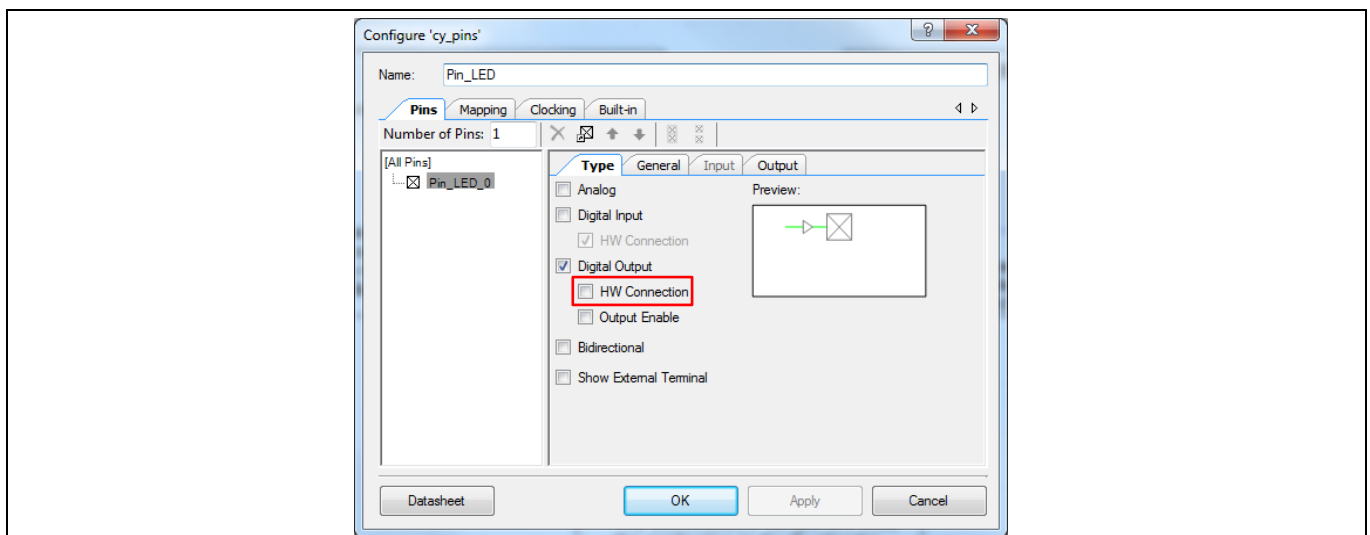
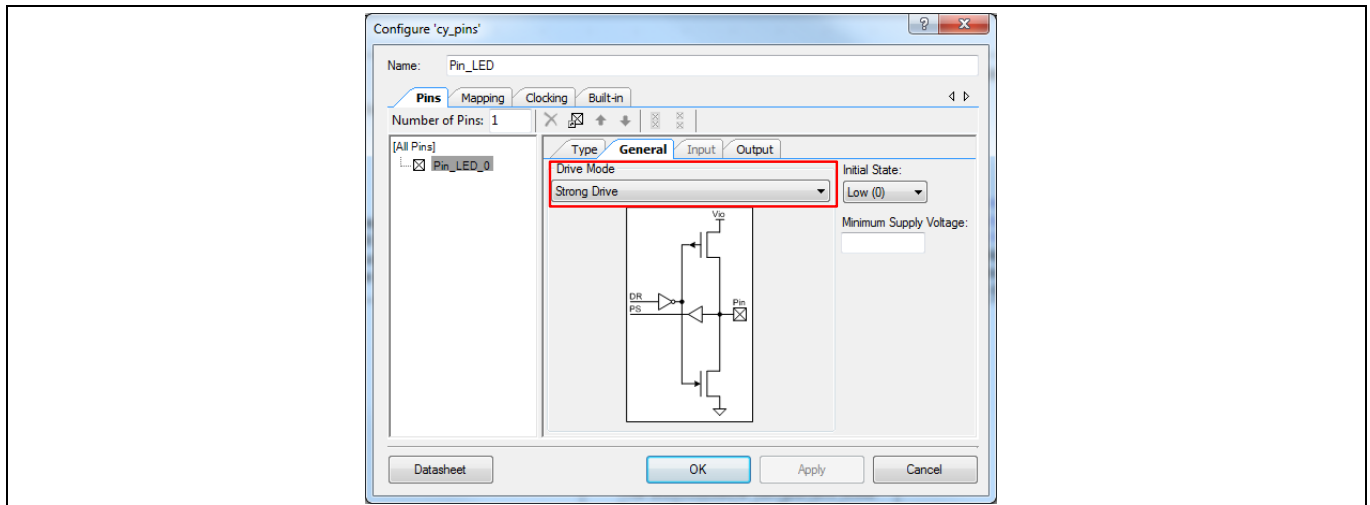

Figure 12 ピン コンポーネントの設定 - 「Type」 タブ
Figure 13 ピンコンポーネントの設定 - 「General」タブ
3. ピン コンポーネントを設定するために、それをダブルクリックします。Figure 12 に示すように、**HW Connection** を無効にします。Figure 13 に示すように、駆動モードを **Strong Drive** に設定します。
5. デジタル出力ピン Pin_LED は LED を制御するために使用されます。その設定は例 1 の Pin_LED の設定と同じです。Figure 12 と Figure 13 を参照してください。